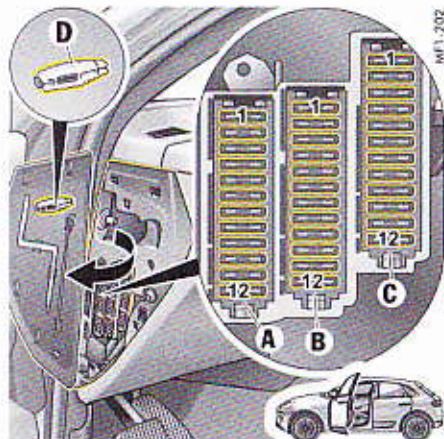

Fig. 136 : Porte-fusibles de la planche de bord côté conducteur
3. La pince en plastique jaune **D** (Fig. 136) vous permet de retirer le fusible voulu de son logement pour le contrôler. Un fusible grillé se reconnaît à son arc de métal fondu.